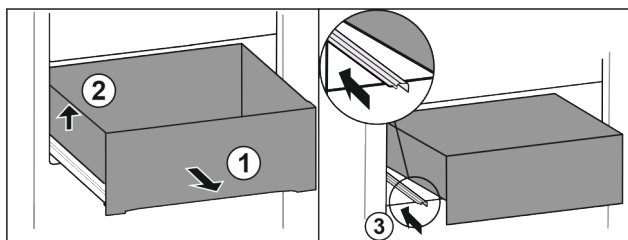

Fig. 181
- Izvadite ladicu do graničnika. Fig. 181 (1)
- Podignite ladicu lijevo. Fig. 181 (2)
- Gurnite lijevu vodilicu. Fig. 181 (3)